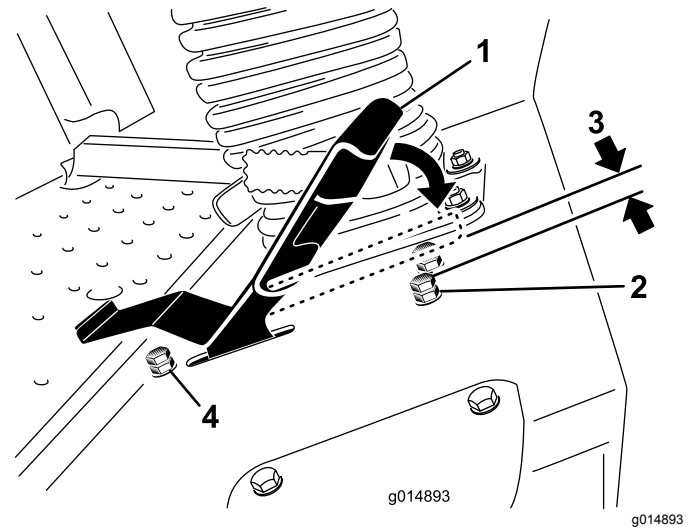

Figure 50
3. Desserrez l'écrou de blocage sur le boulon d'arrêt de la pédale de déplacement (Figure 50).